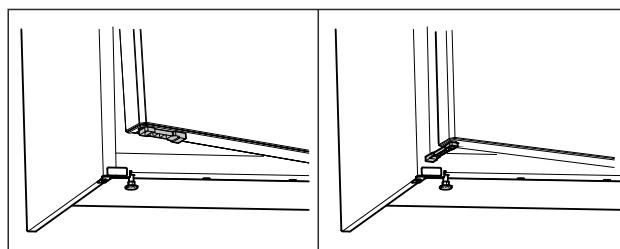

Fig. 63 *
- Поверните ограничитель открывания двери на 90°. (см. Fig. 63) *